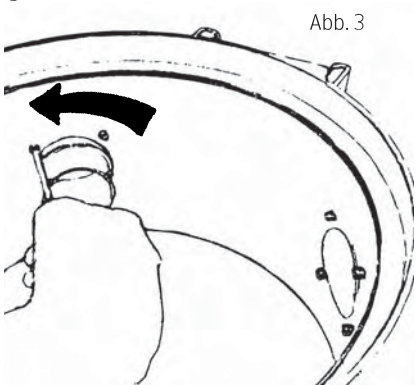

Abb. 3
1. Lösen Sie den Ansaugrohrstutzen durch Lösen der vier Torx-Kombinationsschrauben mit einem Torx T20 oder einem normalen Schraubenzieher, Abb. 3.